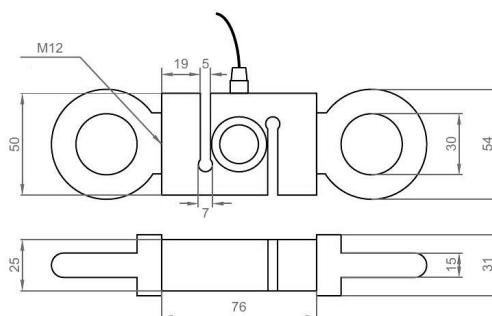

Рис. 5. Форма та монтажні розміри датчика (різьбовий отвір M12)
- А) Підберіть відповідну випробувальну оснастку та встановіть її на датчик (для саморобної оснастки орієнтуйтеся на розміри на Рис. 5).